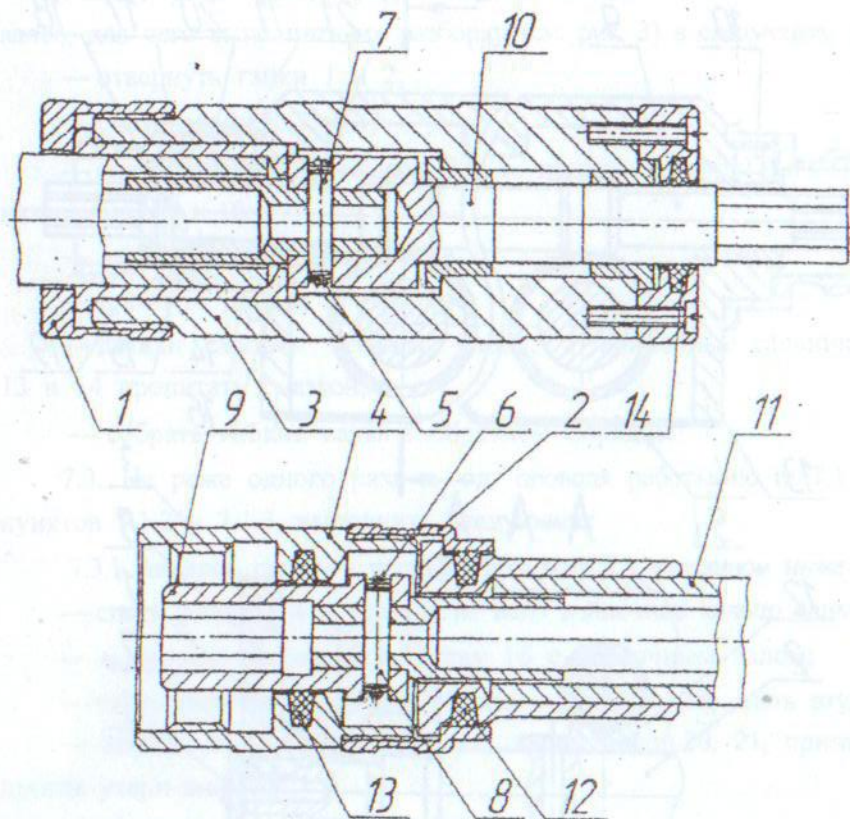

Рисунок 3. Концы вала гибкого.
7.2. Не реже одного раза в шесть месяцев заменить смазку гибких валов, для чего выполнить их разборку (см. рис. 3) в следующем порядке: